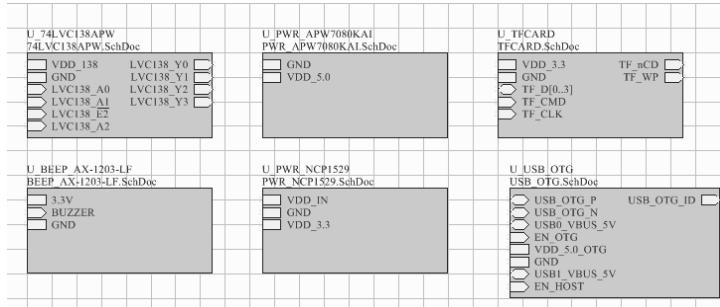
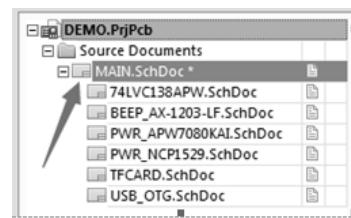

图 5-90 放置好的方块图
图 5-91 编译之后的层次结构
(5) 重复第(4)步，可以把需要放置的子图方块图都在母图中放置完毕，如图 5-90 所示。对整个工程进行保存，然后编译，即完成设计，如图 5-91 所示，可以看到编译之后的层次结构。